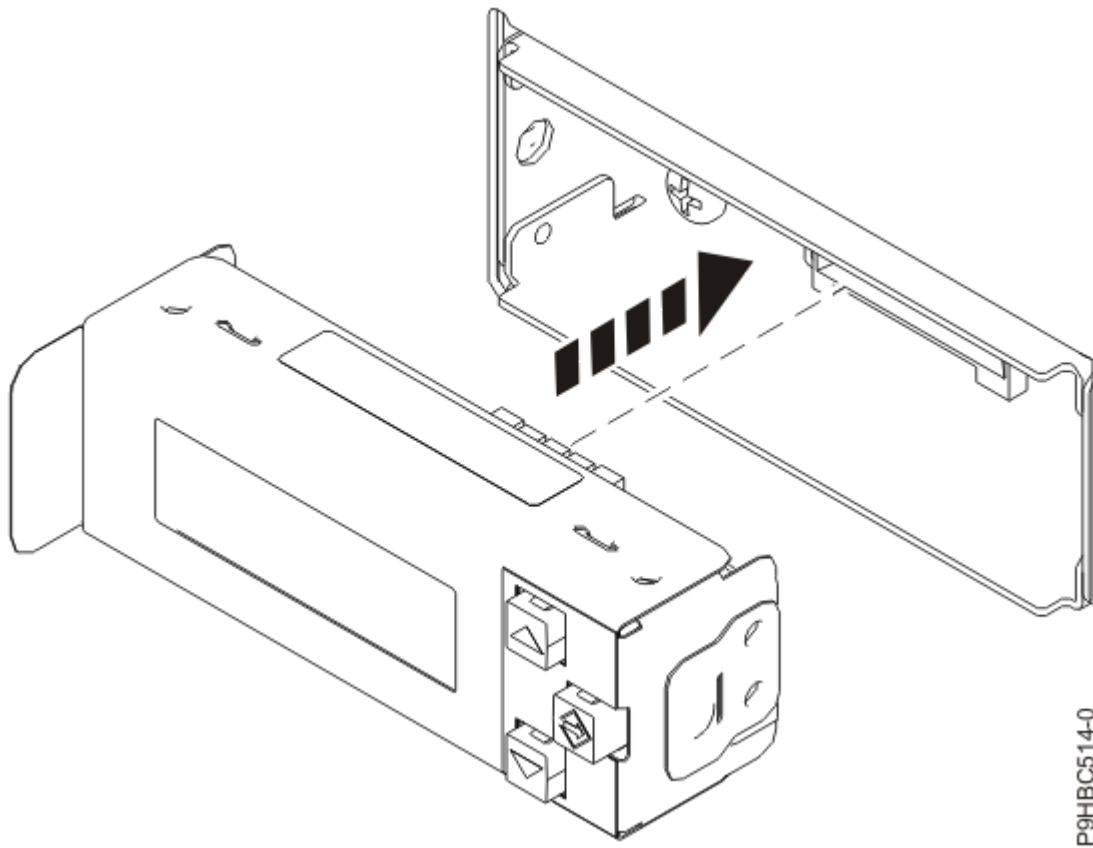

Abbildung 61. Steuerkonsolenanzeige einsetzen
4. Setzen Sie die Steuerkonsolenanzeige ein, indem Sie sie in das Gehäuse drücken (siehe Abbildung 61 auf Seite 67). Sie muss einrasten.